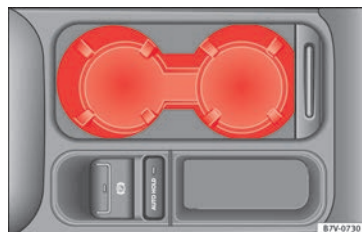

Fig. 189 Consola central delantera: portabebidas.
- Para *abrir*, desplazar la cubierta hacia atrás »» **fig. 189**.